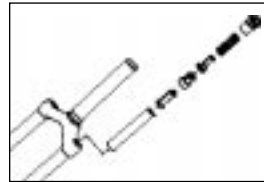

Fig. 2
2. Retire el grupo de muelles (caperuza superior, muelle helicoidal, ajustador de tarado de muelles, espaciador de uretano, espaciador de MCU y elastómero). (Ver Fig. 2)